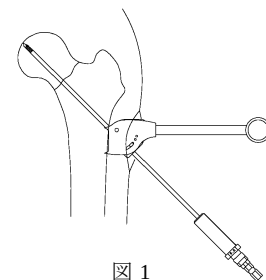
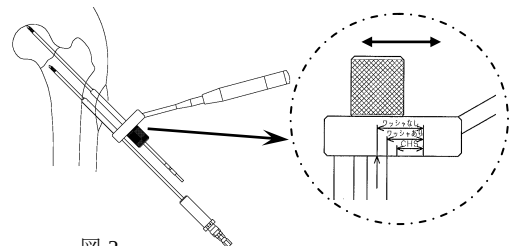

図 1
図 2
- 1) 骨折部の整復後、アングルガイド（図 1）又はパラレルガイド（図 2）を用いて、3.2 ガイドピンを骨頭軟骨下骨直前まで刺入します。